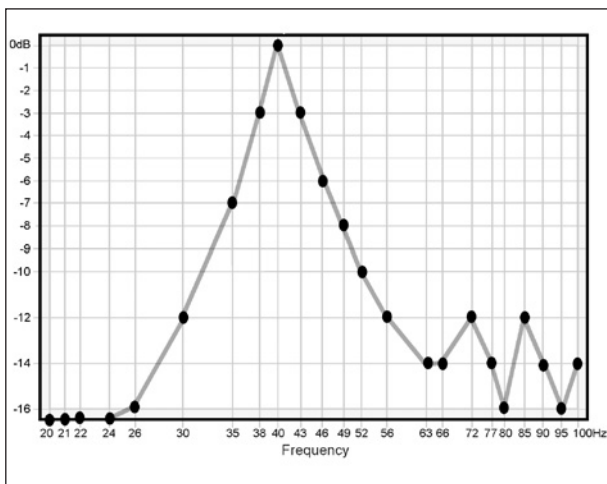

Figure 18. Pic de réponse étroit
1. Choisissez une nouvelle position de test : Repérez sur le CD la piste correspondant à la fréquence centrale du pic inversé. Dans le premier exemple de la Figure 18, c'est la piste 13 (56Hz). Pressez **Play** ▶. Vous voyez apparaître une valeur très proche de la précédente. Maintenant, déplacez lentement le sonomètre dans un rayon de 30 cm par rapport à la position initiale. Observez l'afficheur du sonomètre : les fluctuations de niveau sont importantes. Trouvez un point où le niveau est similaire à celui des points test immédiatement adjacents. Déplacez-le aussi verticalement. Les chutes de réponse peuvent être orientées dans n'importe quel axe. L'endroit où le niveau est similaire à celui des points adjacents sera votre nouveau point test.